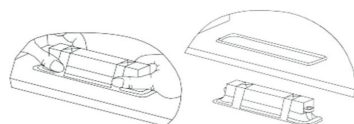

fig. 2
- Empurre a lâmpada por dentro, para removê-la (fig.2).